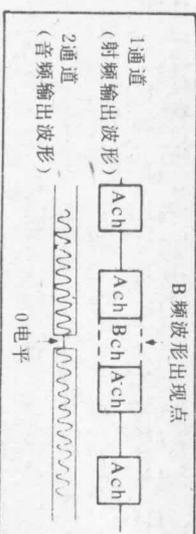
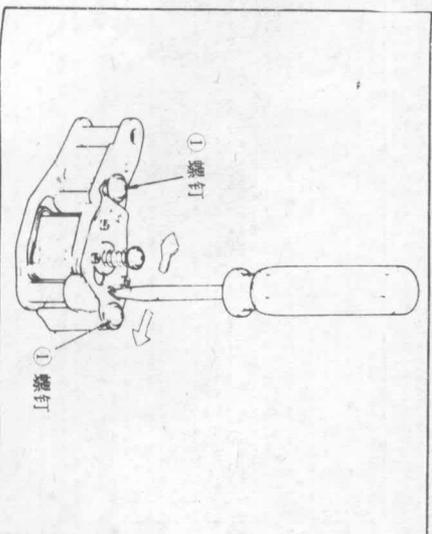

图 51
图 52
3) 向左右双方转动跟踪控制旋钮, 确认输出波形电平在中央位置时最大, 而在射频输出波形呈 B 频波形时音频信号为 0 电平, 如图 51 所示。必要时应按下列步骤进行调整。
把跟踪控制按钮调至中心检测位置并拧松 2 个 ACE 组件位置调整螺钉①。如图 52 所示, 用螺丝刀移动 ACE 组件的位置直至射频输出波形最大时为止 (图 51 所示位置)。求得此项位置时, 就把螺钉①拧紧。